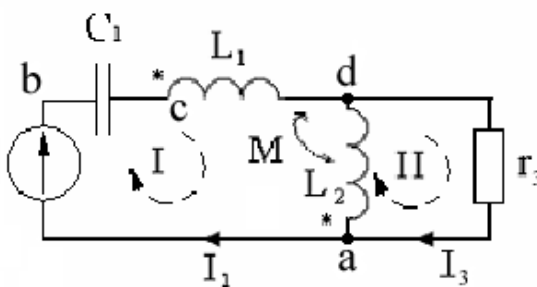

Рис. 78
57. Во второй ветви (рис. 78) проходит ток $I_2=1$ А. Сопротивления элементов цепи $x_{C1}=35$ Ом, $x_{L1}=20$ Ом, $x_{L2}=60$ Ом, $r_3=20$ Ом, $x_M=10$ Ом. Вычислить остальные токи и построить топографическую диаграмму. Применить метод контурных токов.